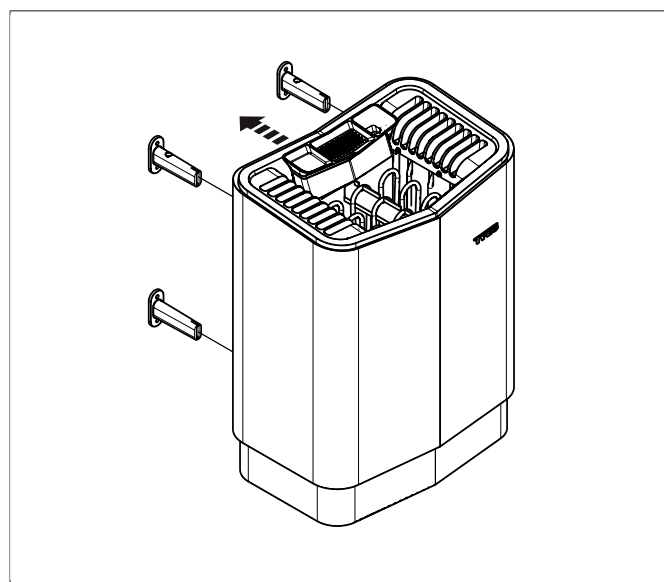

Fig 15: Aggregatet skjuts på
13. Häng upp aggregatet på konsolerna genom att skjuta det rakt in mot väggen (se **Fig 15**, sidan 6). Det kan vara nödvändigt att lossa konsolernas skruvar en aning. Drag åt dessa igen när aggregatet hängt upp.